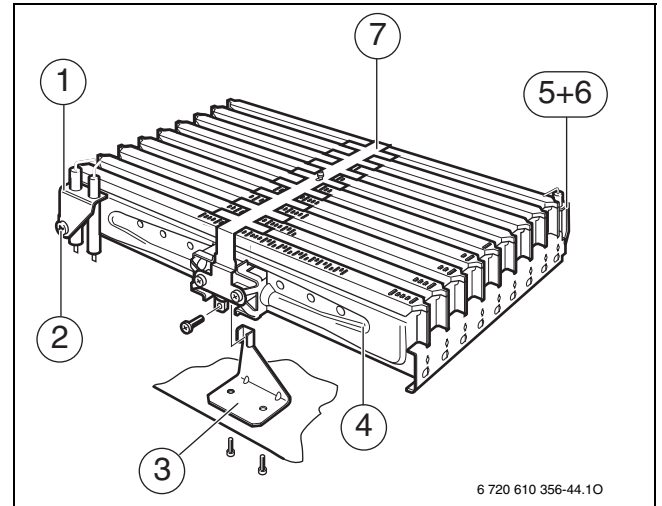

Рис. 49 Модуль пальника
- ▶ Роз'єм електрода розпаду (1) знімати з обережністю (→ рис. 49).
- ▶ Обережно зніміть з'єднання на електроді контролю полум'я (5).
- ▶ Зніміть кріпильний кутовий елемент (3).
- ▶ Послабте накидну гайку пальника та обережно зніміть модуль пальника (4).